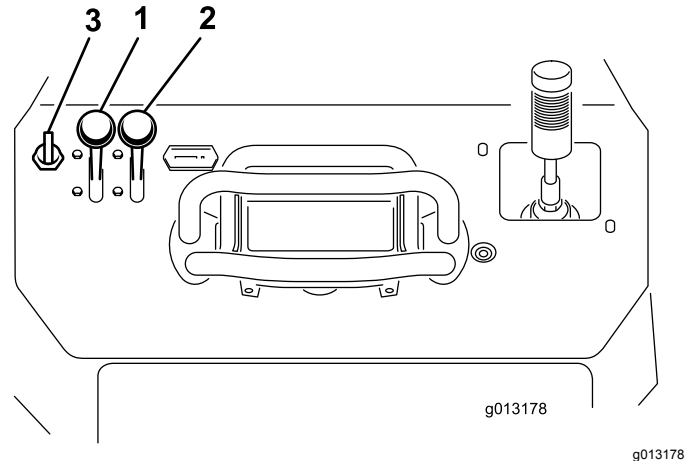

Bild 16
1. Stellen Sie den Gasbedienungshebel zwischen die Stellung LANGSAM und SCHNELL (Bild 16).
2. Stellen Sie den Chokehebel in die EIN-Stellung (Bild 16).
3. Drehen Sie den Schlüssel in die EIN-Stellung (Bild 16). Lassen Sie den Schlüssel los, wenn der Motor anspringt.
4. Schieben Sie den Chokehebel langsam in die Aus-Stellung (Bild 16). Schieben Sie beim Absterben oder Aussetzen des Motors den Choke wieder nach vorne, bis der Motor warm gelaufen ist.
5. Schieben Sie den Gasbedienungshebel in die gewünschte Stellung (Bild 16).
2. Stellen Sie den Gasbedienungshebel in die LANGSAM-Stellung (Bild 16).